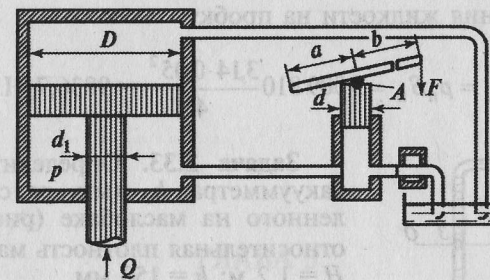

Рис. 2.28
**Задача 2.30.** Для проведения опыта по сжатию используют поршневой пресс, имеющий размеры: диаметр цилиндра  $D = 105$  мм, диаметр штока поршня  $d_1 = 55$  мм. Насос, управляющий прессом, имеет поршень диаметром  $d = 18$  мм и рычаги с размерами  $a = 100$  мм и  $b = 900$  мм (рис. 2.28). Определить давление  $p$  в гидравлической сети и усилие  $F$  на конце рычага насоса, если усилие сжатия  $Q = 10^5$  Н.